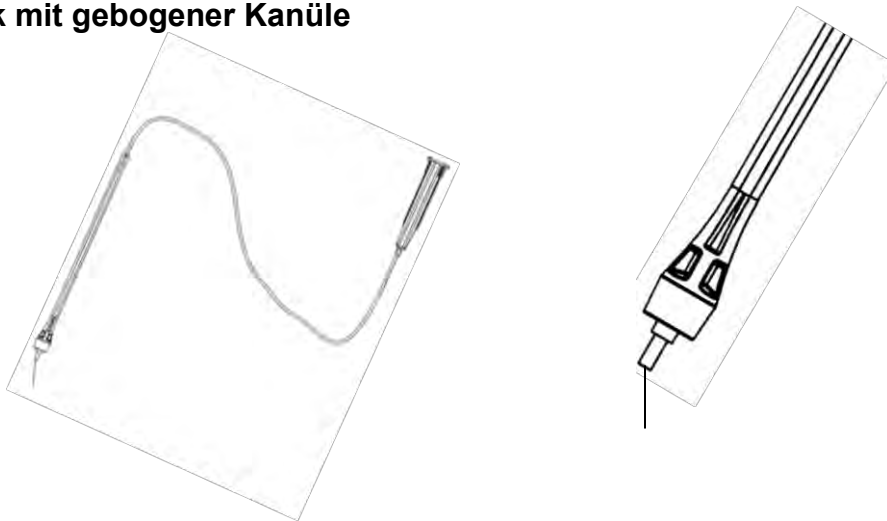

Abb. 2
2. Biegen Sie die Kanüle nicht weiter als in einem leichten Winkel (Abb. 2) von nicht mehr als 45 Grad aus ihrer ursprünglichen Position, da dies die Verbindung der Kanüle schwächen würde.